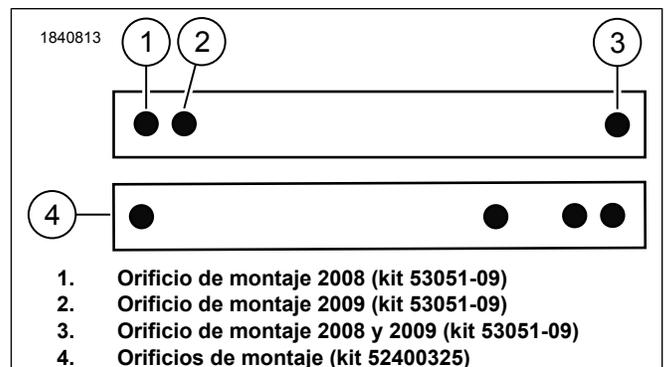

Figura 6. Correa de sujeción
1. Consulte la Figura 6. Instale la correa de agarre (2) en los pernos.
- a. Sujete la correa a los pernos (F) con las tuercas (E). Apretar.
- a. Consulte la Figura 6. Utilice orificios de montaje de la correa de agarre.